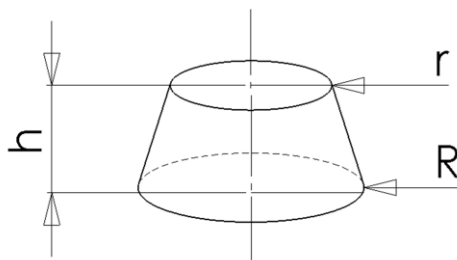

fig.1
- la surface de contact est équivalente à l'aire latérale d'un tronc de cône défini comme suivant. (fig.1)